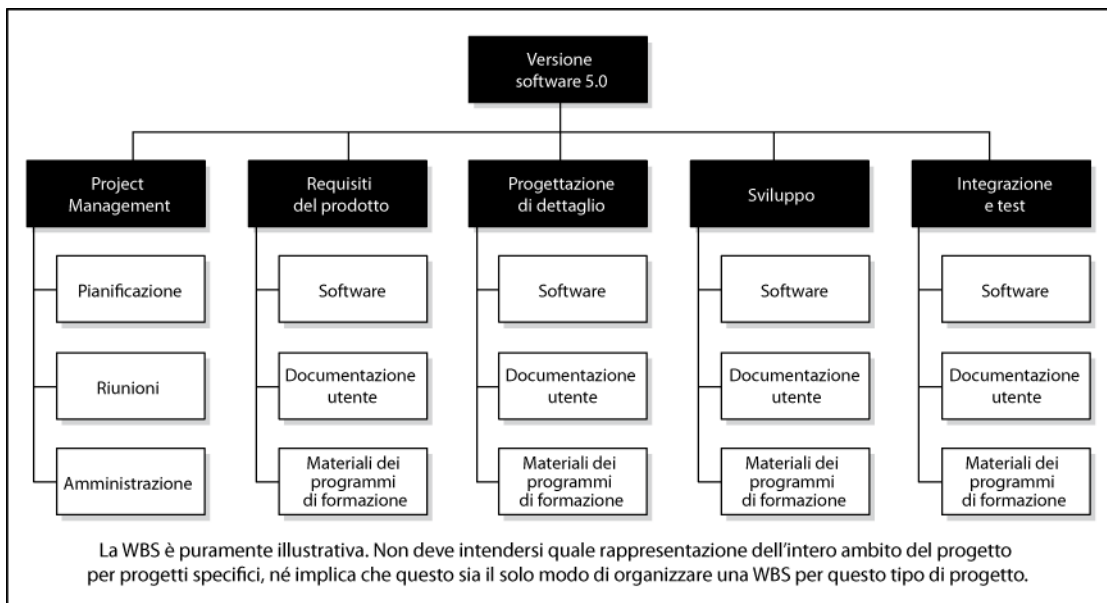

Figura 5-9. Esempio di WBS organizzata per fasi
- Usando fasi del ciclo di vita del progetto come primo livello di scomposizione, con i deliverable del prodotto e del progetto inseriti al secondo livello, come mostrato in Figura 5-9;